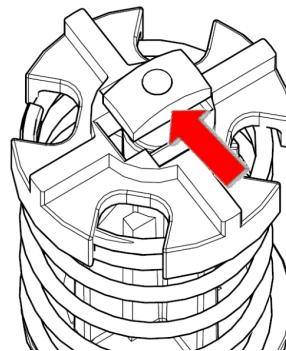

Abb. 5
2. Den Bypassventilhalter über die Arretierzunge auf dem Bypassventil nach unten drücken. Den Halter nach unten drücken (die Feder zusammendrücken), bis dieser komplett unter der Arretierzunge sitzt (Abb. 5).